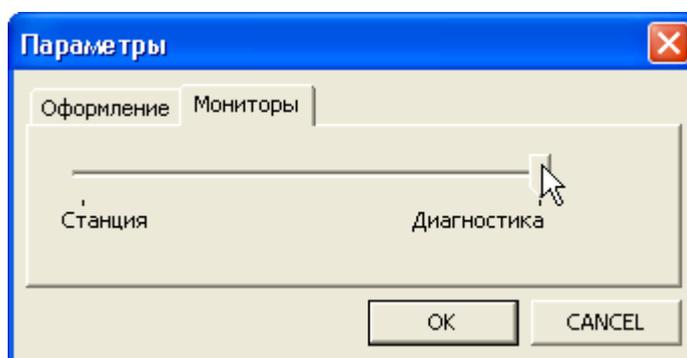

Рис. 4.20. Окно настройки мониторов.
- в окне параметров (Рис. 4.20) выбрать закладку <Мониторы>;